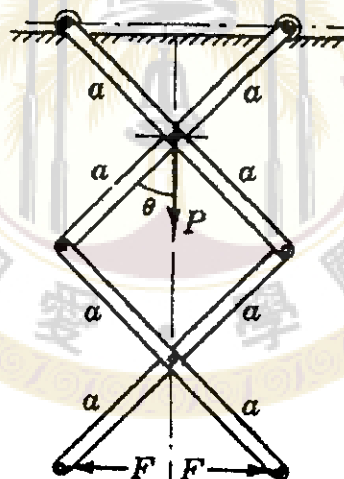

Fig. 6
6. Fig.6 所示垂掛於滑軌之桿件結構接點均為銷接點(Pin joint)，作用力  $P=100\text{ kg}$ ，若忽略各桿件之重量，為了維持桿件結構在  $\theta = 60^\circ$  之平衡位置，求所需作用力  $F$  之大小。(18 分)